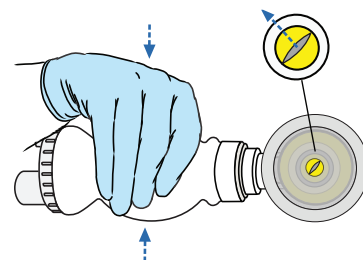

Figura 12.
PASO 1: Colocar la mascarilla en la bolsa de ventilación. Apretar la bolsa y **comprobar** que la válvula situada en la salida del paciente se abra. Esto quiere decir que el dispositivo está listo para proporcionar aire a un paciente. Véase la **Figura 12**.